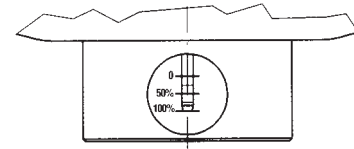

Fig. 26
- 3) Chiudere la valvola AR73 (2) in posizione 0.
- 10) Aprire la valvola AR73 in pos. 8.
- 12) Verificare che il monitor PM/819 si posizioni in completa apertura controllando la posizione dell'indicatore di corsa attraverso l'oblò (fig. 26).
- 12) Ascertain that the PM/819 monitor positions itself completely open, controlling the position of the stroke indicator through the port (fig. 26).
- 12) Am Schauglas der Hubanzeige (Fig. 26) prüfen, ob der Monitor PM/819 voll geöffnet hat.
- 3) Fermer la vanne AR73 (2) en position 0.
- 12) Vérifier que le monitor PM/819 est positionné en ouverture complète en contrôlant la position de l'indicateur de course à travers le hublot (Fig. 26).
- 3) Cerrar la válvula AR73 (2) hasta la posición 0.
- 12) Comprobar que el monitor PM/819 se posiciona en completa apertura observando la posición del indicador de recorrido a través de la mirilla (fig. 26).
- 3) Fechar a válvula AR73 (2), na posição 0.
- 10) Abrir a válvula AR73, na pos. 8.
- 12) Verificar que o monitor PM/819 fica completamente aberto, controlando a posição do indicador de abertura através do visor (fig. 26).